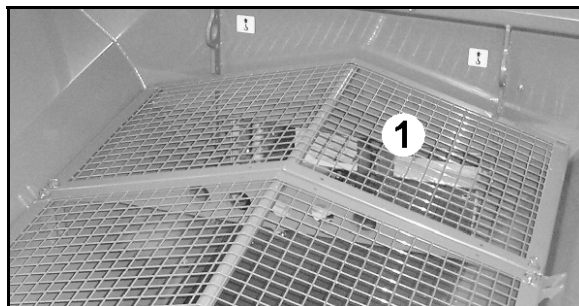

Fig. 58
- îngrășământ granulat: introduceți grătarele tip sită (Fig. 58/1) și asigurați-le cu șplinturi!